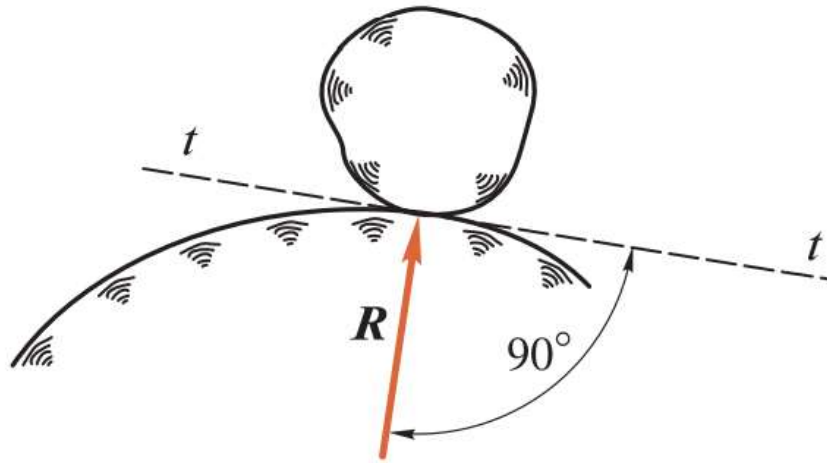

Рис. 1.7
2. *Идеально гладкая поверхность* (рис. 1.7). В этом случае реакция  $\mathbf{R}$  направлена перпендикулярно касательной плоскости  $t-t$ , т. е. по нормали к опорной поверхности в сторону тела, так как нормаль есть единственное направление перемещения тела, которое не допускает данная связь.